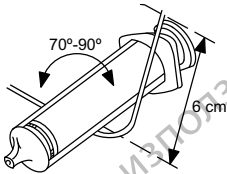

Figura 3. Curve el estilete
2. Seleccione un estilete según la función y la firmeza preferida. Si lo desea, curve suavemente el estilete con un instrumento estéril de superficie lisa (p. ej., el cilindro de una jeringa de 10 o 12 cc) (Figura 3 Curve el estilete en la página 18). Cuando se utiliza el estilete, la probabilidad de que una curva suave se enderezca es menor en comparación con una curva que tenga un ángulo agudo.